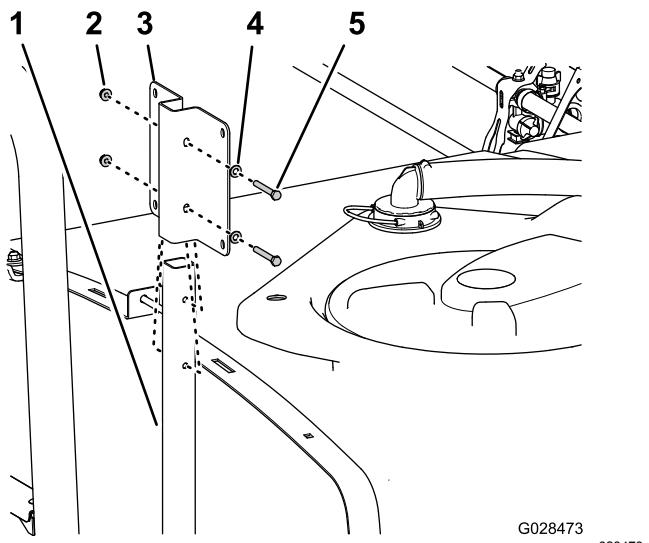

Figura 36
- Allineate i fori del supporto per il serbatoio dell'acqua dolce con i fori nel tubo di supporto (Figura 36).
- Fissate il supporto al tubo (Figura 36) con 2 bulloni a testa flangiata (5/16" x 2 1/4"), 2 rondelle (5/16") e 2 dadi di bloccaggio flangiati (5/16").